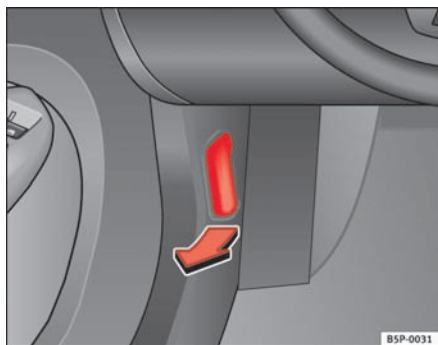

Fig. 162 Udsnit af fodrummet i førersiden: udløserarm til motorhjelmen
- Træk grebet under instrumentpanelet ⇒ fig. 162 i pilens retning for at åbne motorhjelmen. Motorhjelmen bliver løsnet ved hjælp af en fjeder ⇒ ⚠.